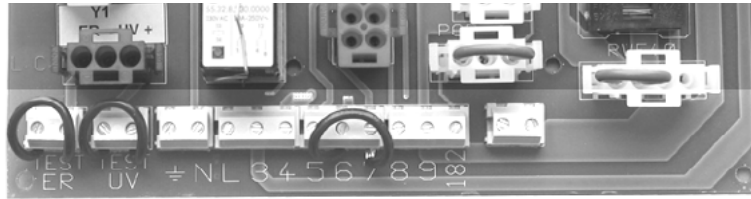
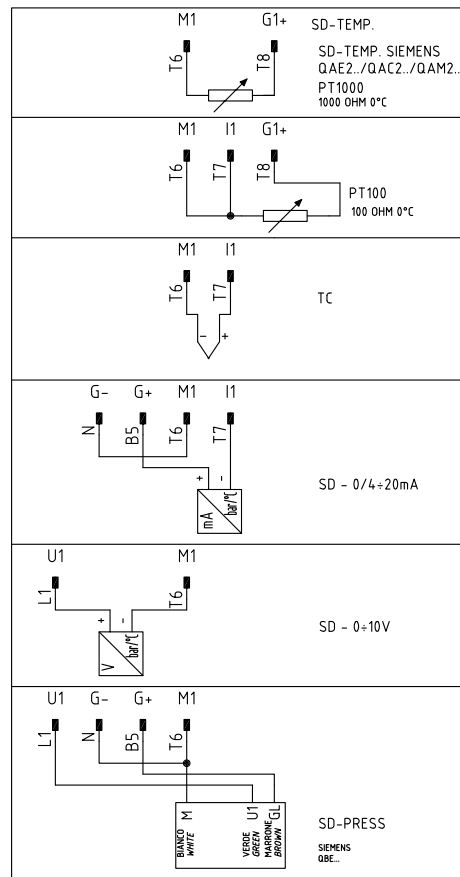

Рис. 24: Клеммник МА подключения на печатной плате
Рис. 26: Соединение датчиков
По подключениям см. клеммник на Рис. 24.
1). Подсоединить провода, относящиеся к разрешительному сигналу от котла к горелке, на следующие компоненты (Рис. 24, Рис. 26)
2). Подсоединить провода, относящиеся к разрешительному сигналу от котла к горелке, на следующие компоненты (Рис. 24, Рис. 26)